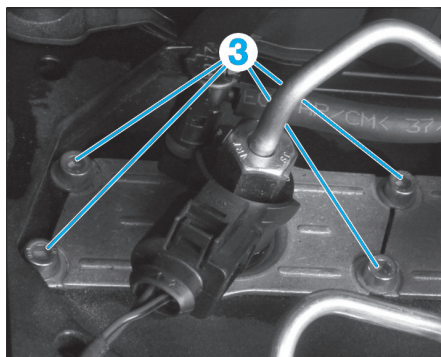

Fig. 37
- Déposer les vis de fixation (3) des caches des injecteurs (Fig.37).